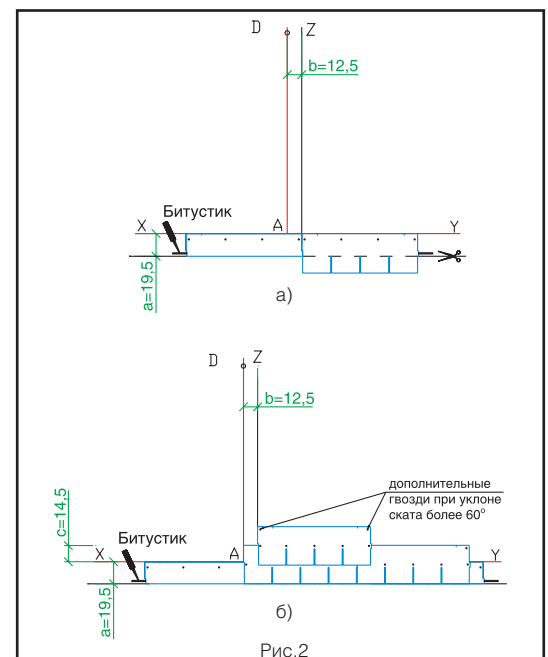

Рис.2
### Укладка материала (рис. 2)
- Начальный ряд формируется из листов черепицы КЛАССИК, обрезанных по линии, образованной конечными точками вырезов. Полученные таким образом полосы шириной 19,5 см укладываются по линии карниза в обе стороны от линии Z (рис. 2а) и фиксируются по нижнему краю битумной мастикой "Битустик", а по верхней кромке 4 гвоздями (ось гвоздей на 5 см ниже верхнего края полосы). На гидроизоляционную мембрану "Сейфити" начальный ряд может быть наплавлен при помощи теплового строительного фена.
- Далее первый ряд черепицы укладывается от линии AD (рис. 2б).
- Второй ряд укладывается от линии Z (со смещением 12,5 см от AD) (рис. 2б).
Каждый лист гибкой черепицы КЛАССИК крепится 5 гвоздями (ось гвоздей на линии битумных клеевых полос) таким образом, чтобы гвоздь прошивал и верхний край нижележащего листа черепицы (рис. 2б).